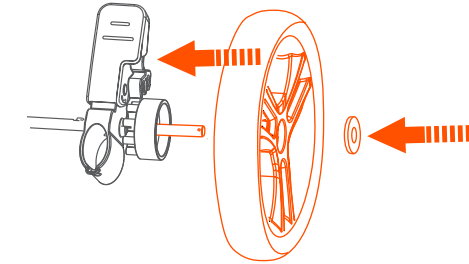

Fig. 4d
• Insert the rear wheel into the axle. Push in completely, and insert the large washer (Fig. 4d).
• Introduzca la rueda trasera en el eje. Empújela por completo e introduzca la arandela grande (Fig. 4d).
• Insérer la roue arrière dans l'axe. La pousser complètement, puis insérer la rondelle grand (Fig. 4d).